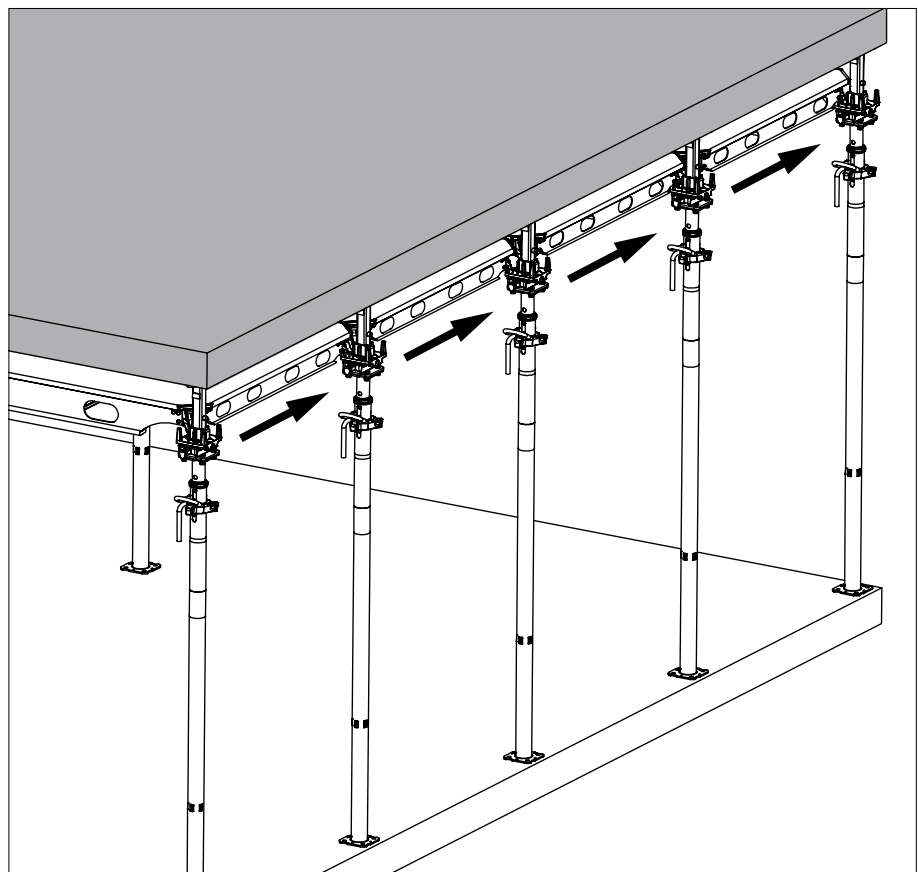

Fig. A11.02
2. Desencofre la siguiente cuña del cabezal de caída fila por fila tal y como se muestra en la marca de la flecha. De esta forma, los paneles descienden 12 cm (figura A11.02).